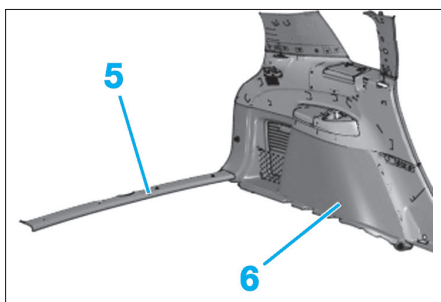

Fig. 76
- Déposer la barre de seuil de chargement (5) (Fig.76).
- Déposer la garniture d'aile arrière (6).